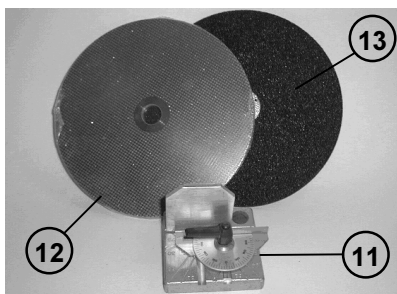

Abb. 3
Mit der Platte und dem entsprechenden Zubehör im Dentalkit (11 in Abb. 3) lassen sich horizontale und vertikale Schleifbearbeitungen ausführen.
Abb. 3 zeigt Diamant- (12) und Schleifscheibe mit feiner Körnung (13)